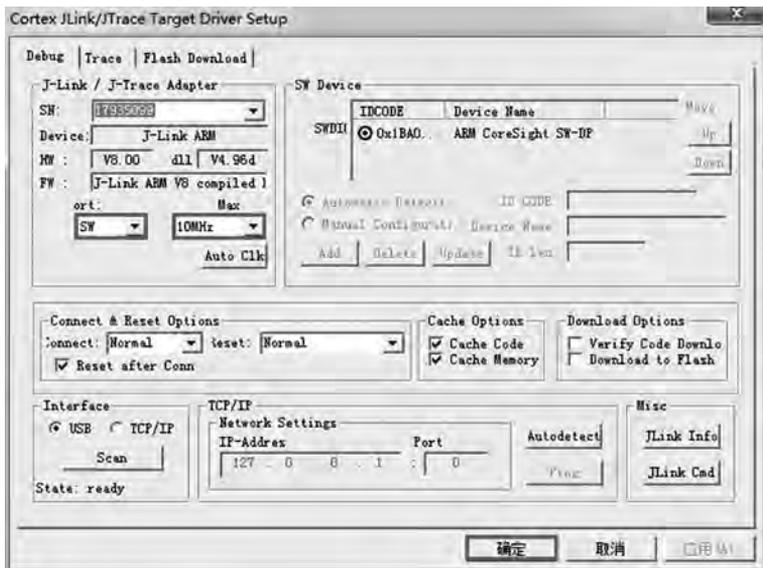

图 3-78 JLINK 模式设置
(3) 在弹出的对话框中,选择 Debug 选项卡(默认选项),可以看到 JLINK 仿真器的相关信息,然后在下面的“ort:”下拉列表框中选择 SW,在 Max 下拉列表框中选择 10MHz,并单击“确定”按钮,如图 3-78 所示。“ort:”对应的是 JLINK 的下载模式。注意,JLINK V8 仿真器支持 JTAG 和 SWD 两种下载/调试模式,同时 STM32 也支持这两种模式,但因为